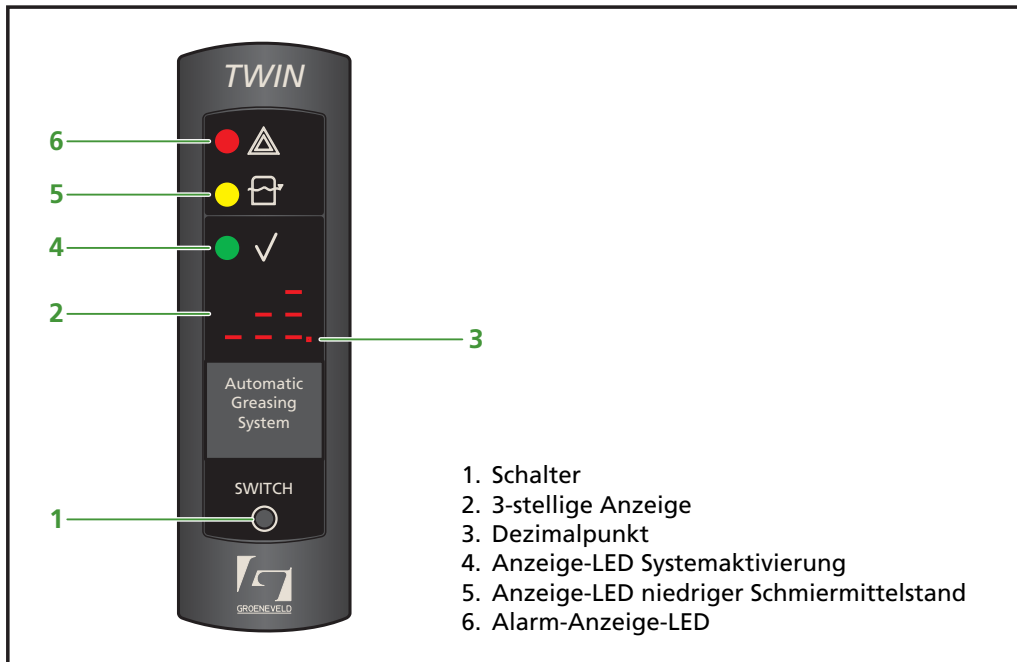

Abbildung 2.17 Twin-3 Anzeige
Mit dem Schalter (1) kann der gewünschte Betriebs-/Testmodus gewählt werden und es können auch Fehler zurückgesetzt werden (siehe Abbildung 2.17). Die Twin-3 Anzeige ist dreistellig aufgebaut (2). So lassen sich Fehler, die aktive Betriebsart und der Testmodus (falls anwendbar) darstellen. Der Dezimalpunkt (3) zeigt an, ob der Intervall-Timer an bleibt oder im Standby ist (siehe Abschnitt 2.8.1). Die grüne LED (4) zeigt an, dass das System aktiviert ist. Die gelbe LED (5) zeigt an, sobald der Mindestschmiermittelstand erreicht ist. Die rote LED (6) weist auf eine Störung hin.